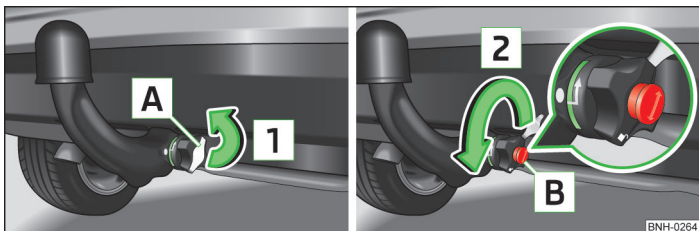

Abb. 110 Schlosskappe abnehmen / Schloss entriegeln
- Die Kappe **A** vom Handradschloss in Pfeilrichtung **1** » Abb. 110 abnehmen.